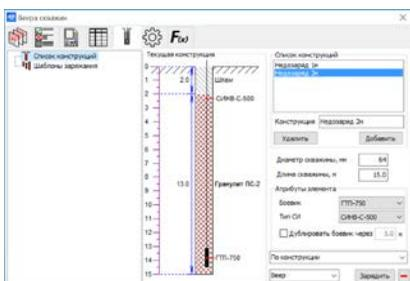

Рис.2.5 Вкладка конструкций зарядов
- Вкладка **Конструкции зарядов**  (Рис. 2.5.) позволяет создать типовые конструкции зарядов и зарядить веера скважин.